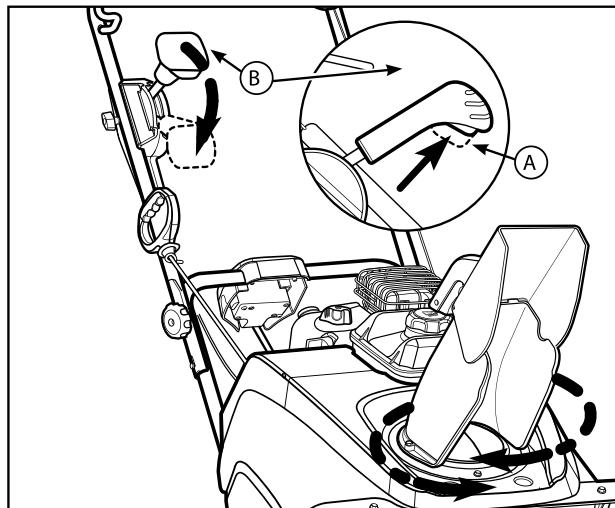

Рис. 10
- Нажмите и удерживайте триггер (A, рис. 10, врезка) на рукоятке (B) дистанционного управления желобом.
- Нажмите рукоятку вперед, чтобы повернуть желоб (C) против часовой стрелки или потяните рукоятку назад, чтобы повернуть желоб по часовой стрелке, как показано на рис. 10.